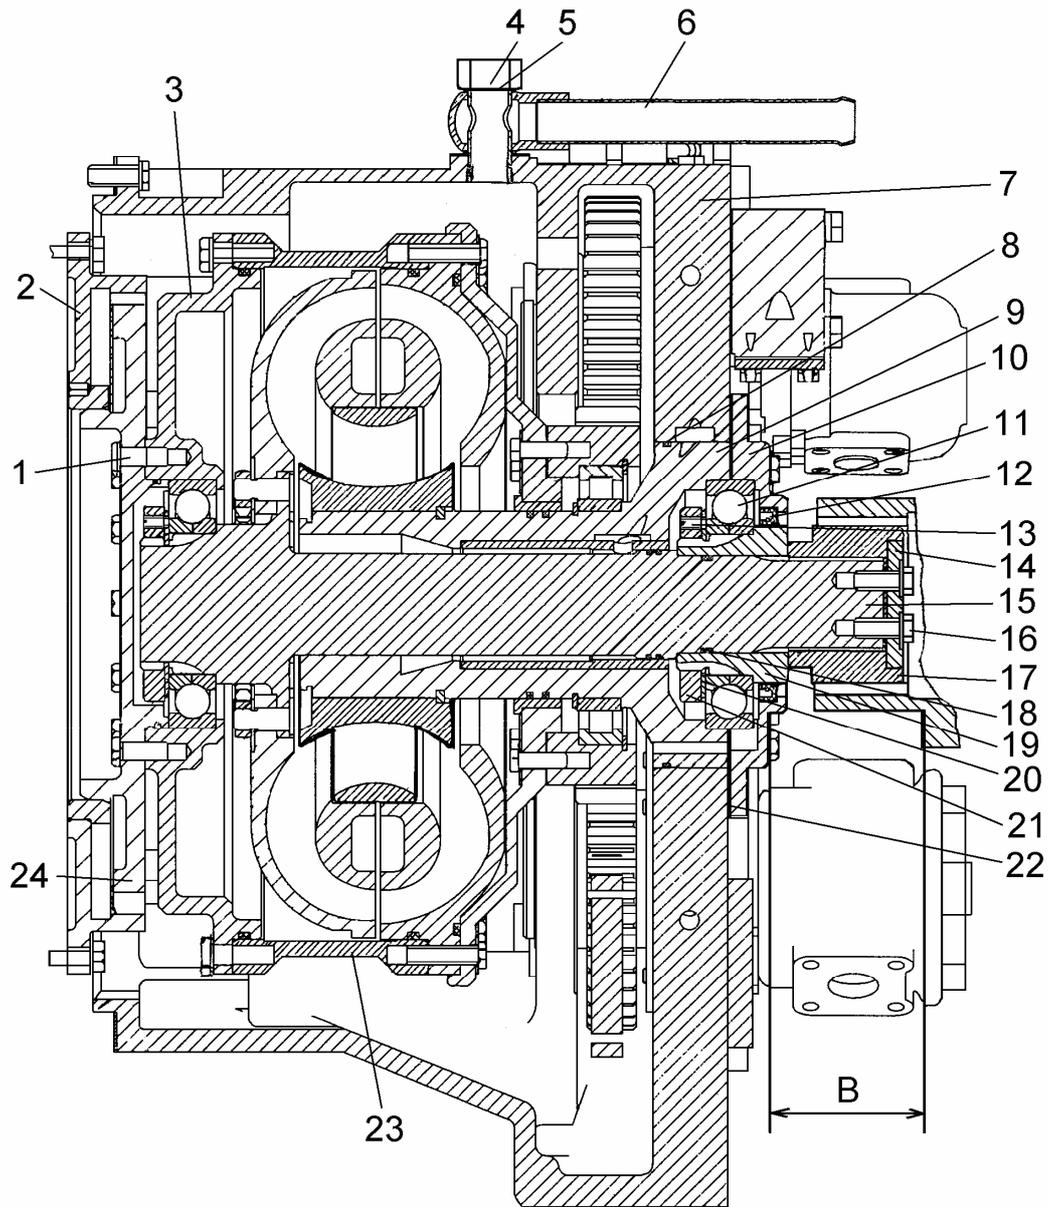

Рис. 36. Гидротрансформатор тракторов Т10М (ЯМЗ), Т12:
1. Вместо опоры 1 (рис. 29) и корпуса 2 установлены опора 24 (рис. 36), корпуса 3 и 23, соединенные болтами. В опору 24 и корпус 3 установлены штифты 1.